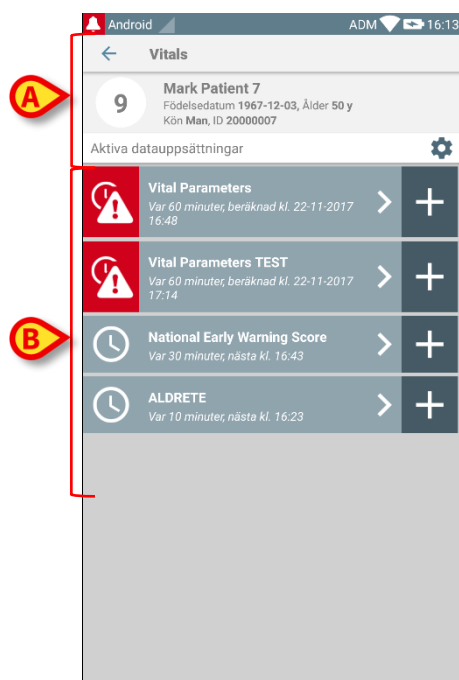

Fig. 46
- Tryck på en ruta för att komma åt listan över datauppsättningar som har aktiverats för motsvarande patient (Fig. 46).
Skärmbilden med datauppsättningar består av två områden: Ett rubrikområde (Fig. 46 **A**) och listan över datauppsättningar (Fig. 46 **B**).